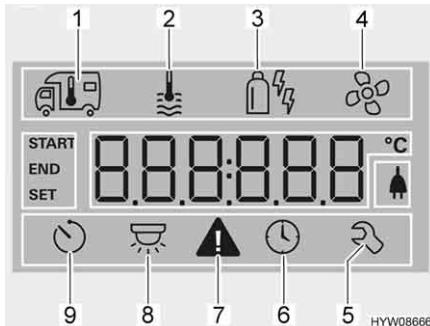

Fig. 113 Display
- Ruotare la manopola/il pulsante (Fig. 112,6), finché il simbolo del menu del riscaldamento (Fig. 113,1) lampeggia.
- Ruotare la manopola/il pulsante (Fig. 112,6), finché il simbolo del menu relativo alla modalità di funzionamento (Fig. 113,3) lampeggia.
- Ruotare la manopola/il pulsante (Fig. 112,6), finché il simbolo del menu delle ventole (Fig. 113,4) lampeggia.
- Ruotare la manopola/il pulsante (Fig. 112,6), finché il simbolo del menu del timer (Fig. 113,6) lampeggia.
- Premere la manopola/il pulsante. Il timer è attivato. Il simbolo del timer (Fig. 113,6) lampeggia quando il timer è programmato e attivo.
In caso di avviso, il relativo simbolo lampeggia (Fig. 113,7). Il riscaldamento rimane in funzione. Se si tratta solo di un guasto temporaneo, il simbolo di avvertimento si spegne autonomamente.